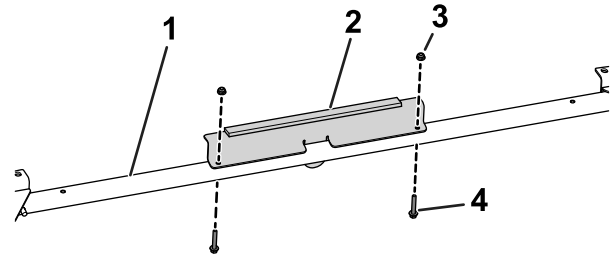

Figura 37
- Utilize os 2 parafusos flangeados de cabeça sextavada (1/4 x 1¹/₂ pol.) e as 2 porcas (1/4 pol.) para prender o suporte frontal à ligação cruzada frontal (Figura 37).